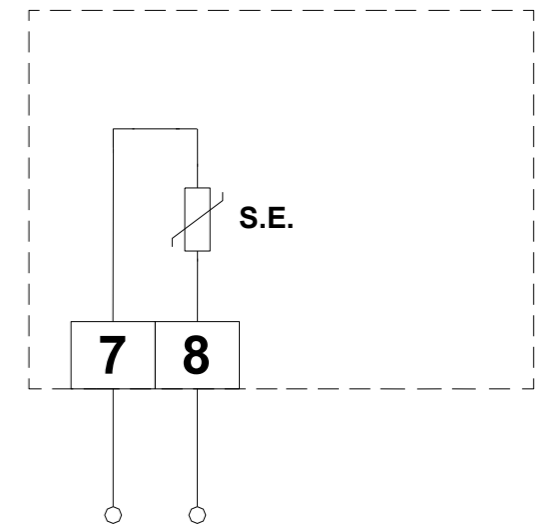

Fig. 2: Schema di collegamento
3. Eseguire i collegamenti elettrici seguendo lo schema di Fig. 2.
3. Make electrical wirings according to the diagram of Fig. 2.